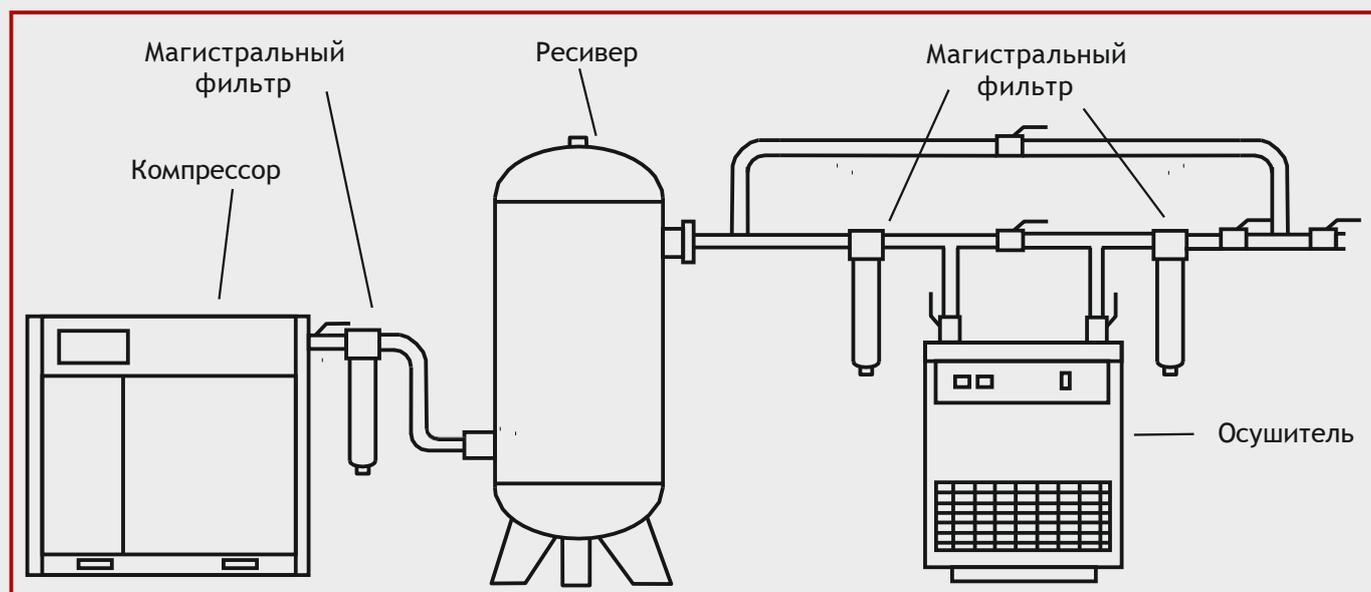

Рис.2.
- Для получения особо чистого воздуха рекомендуем использовать осушитель. В этом случае советуем использовать следующую последовательность оборудования (Рис.2.): компрессор, магистральный фильтр, затем ресивер, в этом случае он работает как первичный влагоотделитель, а также снижает температуру сжатого воздуха, далее необходимо установить магистральный фильтр и осушитель. Нагрузка на последний при такой последовательности значительно снижается. Правильное направление прохождения воздуха через магистральный фильтр показывает стрелка на его корпусе. Если при работе имеются периоды высокого потребления воздуха в течении короткого интервала времени, Вам потребуется второй ресивер.